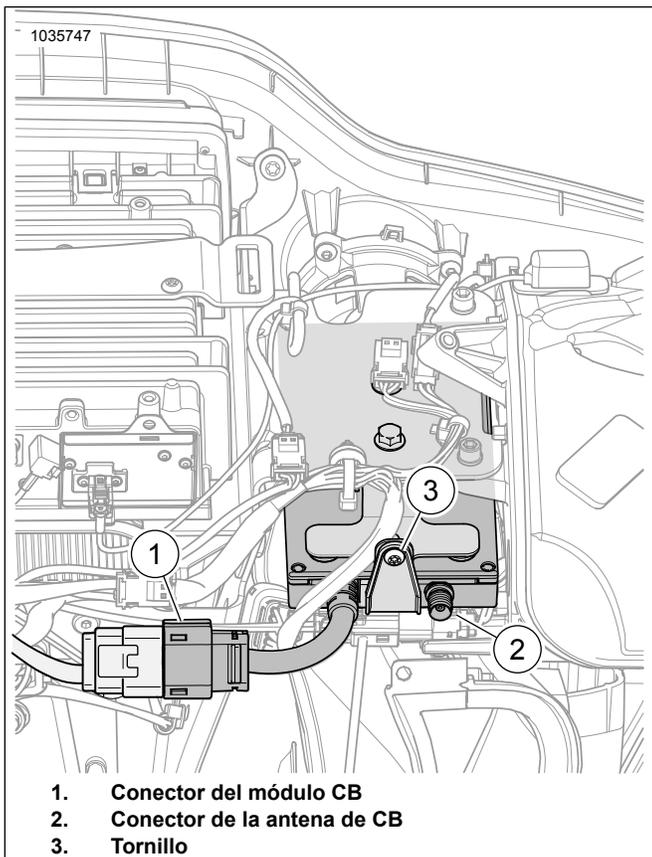

Figura 5. Conectores del arnés del fuselaje interior
6. Vea Figura 5 . Enchufe el conector hembra de 12 patillas al CB [184] (1).